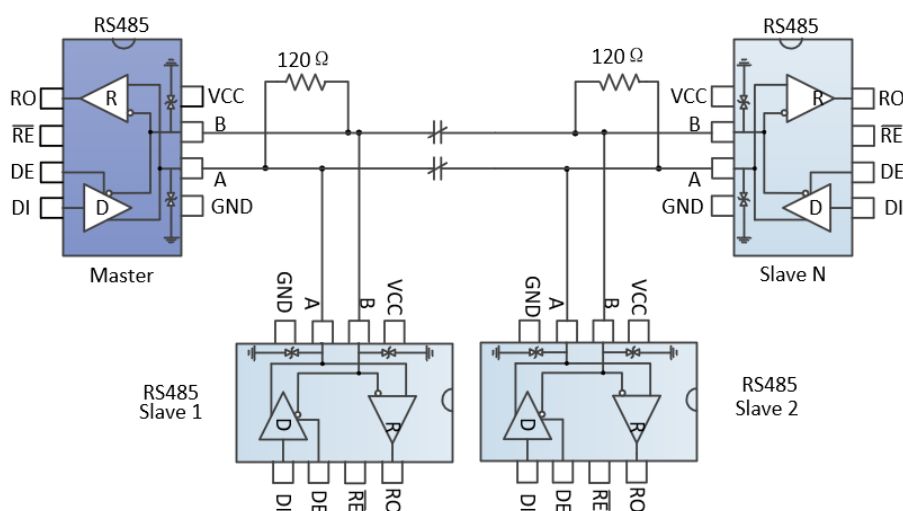

图 9 总线式 RS485 半双工通讯网络
4.1 总线式组网：ADM3485EARZ RS485 收发器设计用于多点总线传输线上的双向数据通信。图 9 显示了典型网络应用电路。这些器件也能用作电缆长于 4000 英尺的线性转发器，为减小反射，应当在传输线两端以其特性阻抗进行终端匹配，主干线以外的分支连线长度应尽可能短。